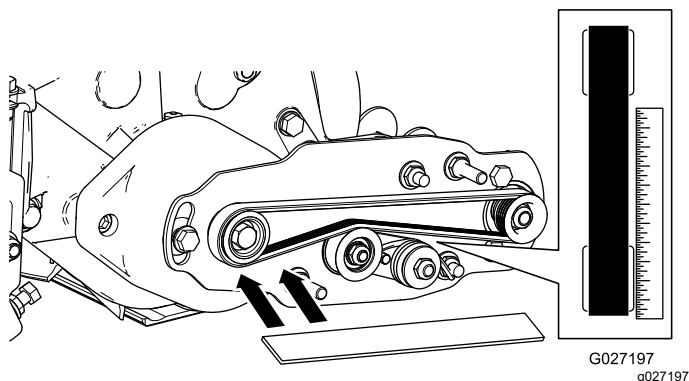

Рисунок 16
- Установите проверочную линейку на наружную поверхность **ведущего шкива** (Рисунок 16). **Не** устанавливайте проверочную линейку одновременно на ведущий и ведомый шкивы.